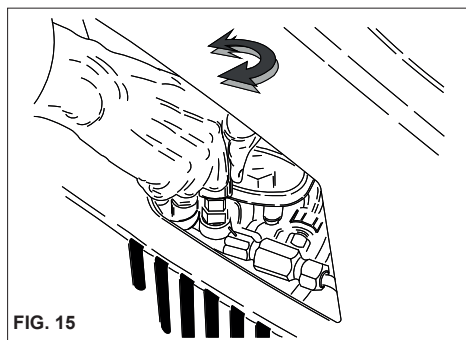

FIG. 15
El presente capítulo se refiere a los modelos que llevan el dispositivo de "Regulador de presión". El dispositivo regulador de presión (fig. 15) permite regular la presión de trabajo. Girando el botón C en el sentido de las agujas del reloj (B) (mínimo), se obtiene una reducción de la presión de trabajo.